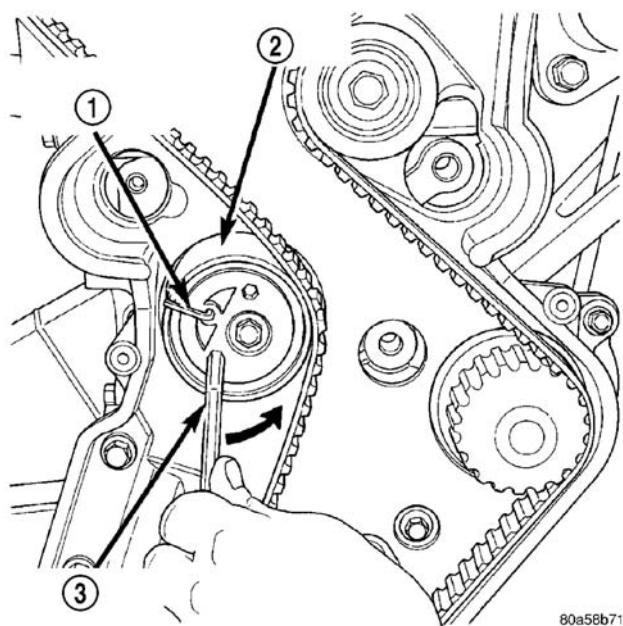

图 118 锁定正时张紧器
(15) 安装 6mm 六角扳手于皮带张紧器内。在旋转张紧器之前，将 1/8" 或 3mm 内六角扳手的长端插入张紧器前部的销孔内（图 118）。在逆时针旋转张紧器的同时，轻轻地推入 1/8" 或 3mm 内六角扳手，直至其滑入销孔。
(16) 拆下正时皮带。